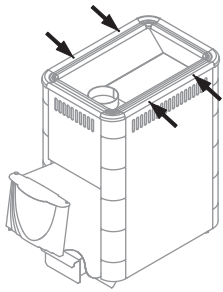

Рисунок 9. Винты для демонтажа рамки кожуха-конвектора печи «Аврора»
1. Снять рамку конвектора, открутив 4 самореза (рисунок 9);